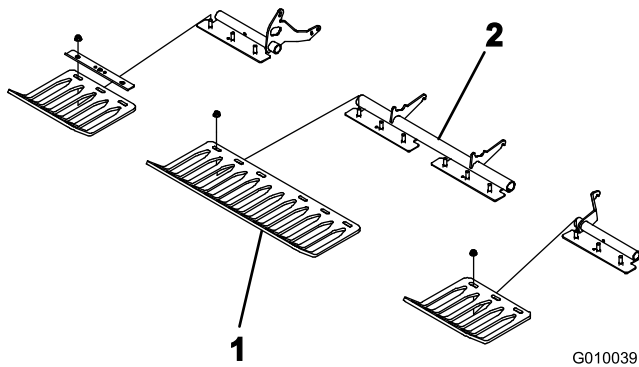

図 23
3. ターフ・ガード・ブラケットにターフ・ガード 4 本を仮止めする；全部で 12 本のフランジ・ナットを使用（図 23）。この時点ではまた本締めしないこと。
注 ターフ・ガード・クランプとフランジ・ナットはターフ・ガード・ブラケットに取り付けて出荷されています（図 23）